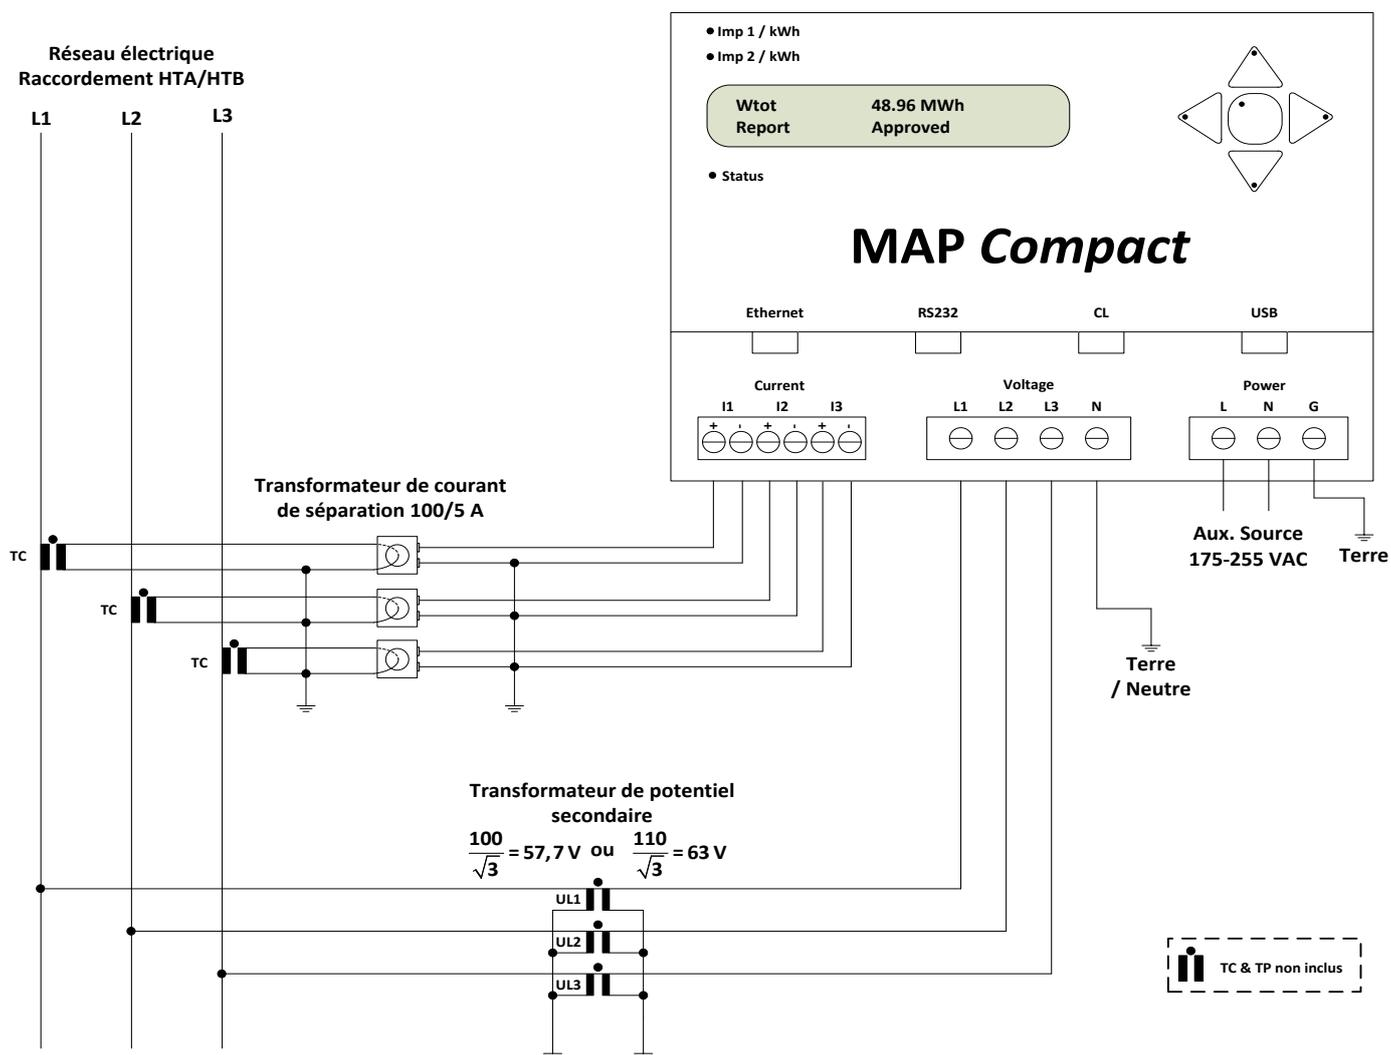

Figure 7 - Schéma de connexion avec transformateurs de courant TC (enroulement de type protection)
La connexion des tensions se fait directement au transformateur de potentiel (TP) (description dans les chapitres suivants). Le mode de connexion des courants pour le cas d'utilisation des transformateurs de protection et des transformateurs auxiliaires de courant externes Enerdis, est décrit sur le schéma de la Figure 7 ci-dessous.